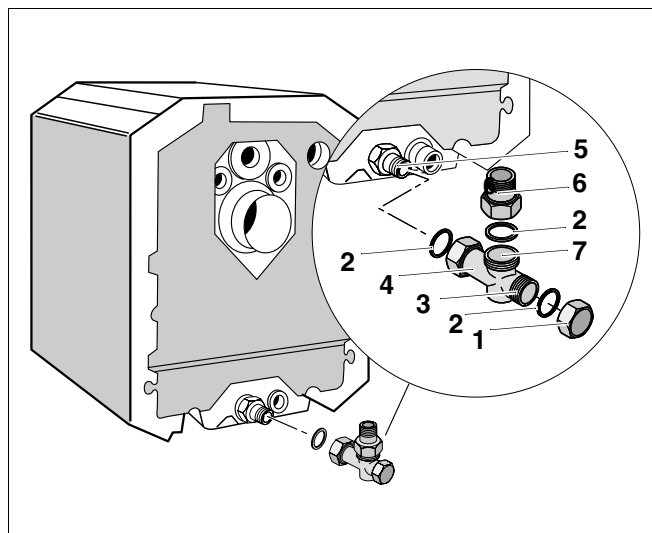

Fig. 19 Montering af returløb på Logano G115
- Læg tætningen (fig. 19, **pos. 2**) ind i det medfølgende T-stykkets omløbermøtrik (fig. 19, **pos. 4**).
- Skru T-stykket fast på kedelreturløbet  $G1\frac{1}{4}$  (fig. 19, **pos. 5**).
Hvis du ikke anvender et ventilarrangement (tilbehør) til tilslutningen, skal du udføre tilslutningen med det medfølgende overgangsstykke  $G1\frac{1}{4}$  (fig. 19, **pos. 6**).
- Læg tætningen (fig. 19, **pos. 2**) ind i det medfølgende overgangsstykke  $G1\frac{1}{4}$  omløbermøtrik (fig. 19, **pos. 6**).
- Monter det medfølgende overgangsstykke  $G1\frac{1}{4}$  (fig. 19, **pos. 6**) på R1 til returløbet (fig. 19, **pos. 7**) på  $90^\circ$ -afgangen.
Hvis du ikke tilslutter en vandvarmer, skal du lukke T-stykket (fig. 19, **pos. 4**) med kappen (fig. 19, **pos. 1**).
- Skru kappen (fig. 19, **pos. 1**) med tætning (fig. 19, **pos. 2**) på.
- Ved tilslutning af en vandvarmer udføres returløbstilslutningen på T-stykkets bageste afgang (fig. 19, **pos. 3**, side 26).